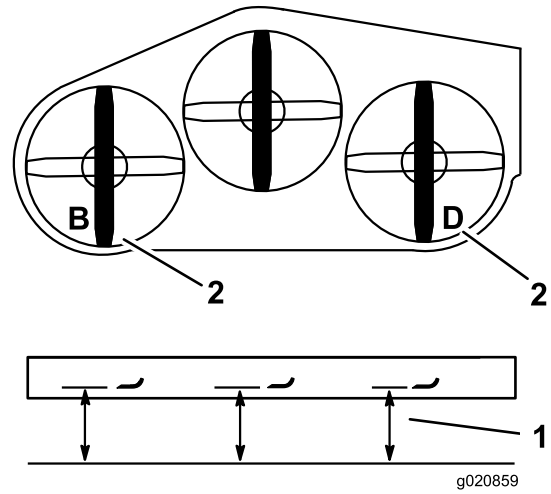

Figura 83
- Mida la cuchilla izquierda en la posición B desde una superficie nivelada hasta el filo de corte de la punta de la cuchilla, y anote esta medida (Figura 83).
- Mida la cuchilla derecha en la posición D desde una superficie nivelada hasta el filo de corte de la punta de la cuchilla, y anote esta medida (Figura 83).
**Nota:** La medida de la posición B no debe variar en más de 3 mm ( $\frac{1}{8}$ ") de la medida de la posición D (Figura 83). Si la distancia no es correcta, continúe con los pasos siguientes.